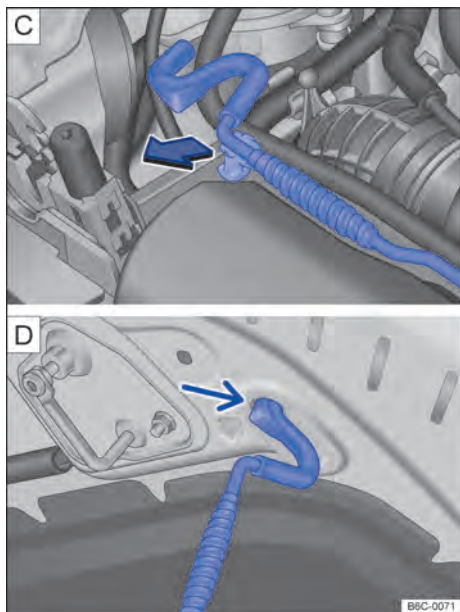

Fig. 183 [C] Haste de sustentação da tampa do compartimento do motor. [D] Tampa do compartimento do motor apoiada na haste de sustentação.
- Retirar a haste de sustentação do suporte no sentido da seta → Fig. 183 [C] e posicioná-la na abertura na tampa do compartimento do motor → Fig. 183 [D].
- Retirar a haste de sustentação do furo → Fig. 183 [D] e encaixá-la no suporte do fecho → Fig. 183 [C].